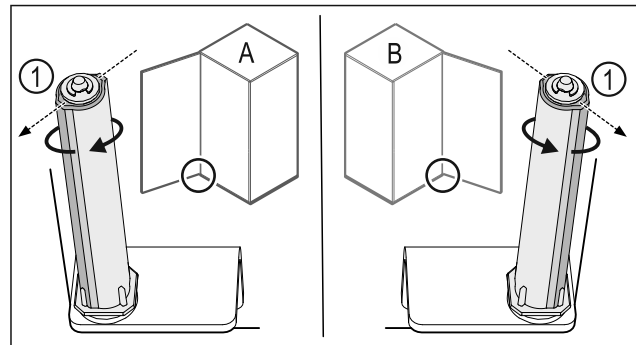

Fig. 41 Links scharnierend (A) / rechts scharnierend (B)
- ▶ Sluitsysteem tegen de weerstand in draaien tot het schot van het sluitsysteem Fig. 41 (1) naar buiten wijst.